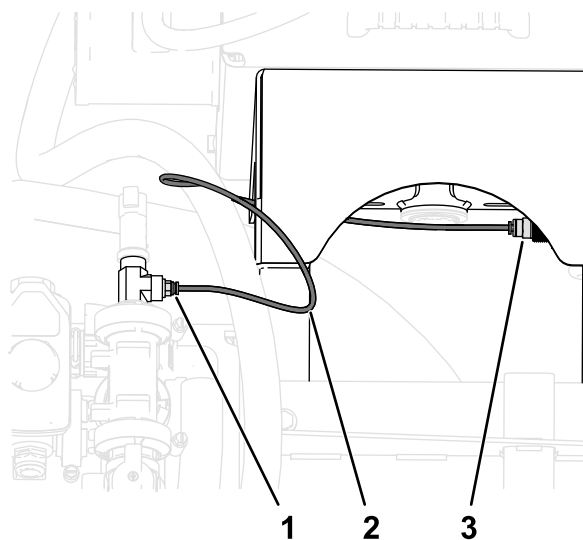

**Figure 48**
2. Fixez le flexible (180 cm) dans le trou inférieur du support à l'aide d'un collier en R, d'un boulon à embase ( $\frac{1}{4}$ "-20 x  $\frac{3}{4}$ " ) et d'un contre-écrou à embase ( $\frac{1}{4}$ "-20), comme montré à la Figure 48.